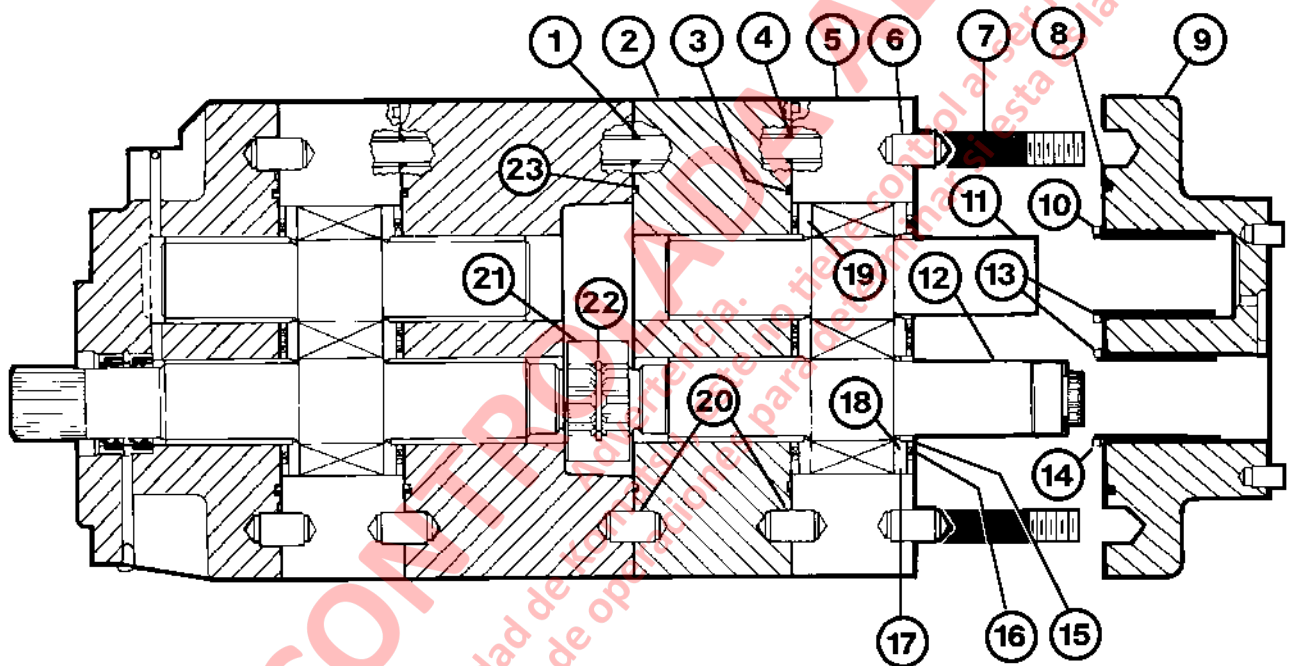

FIGURA 3-5. DESMONTAJE DE LA BOMBA DE IZAJE (Sección Trasera)
5. Retire la placa del conector (9, Figura 3-5). Saque el O-Ring (8) y los anillos de acero (10 y 14). Saque los pasadores de espiga (6) si están dañados o si es necesario cambiar la placa del conector.
6. Saque el anillo de respaldo (15), el O-Ring y el retén (16) y placa de aislación (17). Tome el engranaje de impulsión (12) y el engranaje loco (11) y saque en forma recta de la perforación de la placa del engranaje (5). Retire la placa de presión (18) de los engranajes.
7. Retire la placa del engranaje (5) y la placa de presión (19). Saque los anillos de acero, anillo de respaldo, O-Ring, retén y la placa de aislación. Saque el anillo de goma (3) y el O-Ring del pasador (4).
8. Retire la placa de rodamientos (2, Figura 3-5). Saque el O-Ring (23) y O-Rings de los pasadores (1). Retire los pasadores de espiga (20) si están dañados o si es necesario cambiar la placa de rodamientos.
9. Retire el acoplamiento (21). Retire el anillo de retención (22) si está dañado o si es necesario cambiarlo.